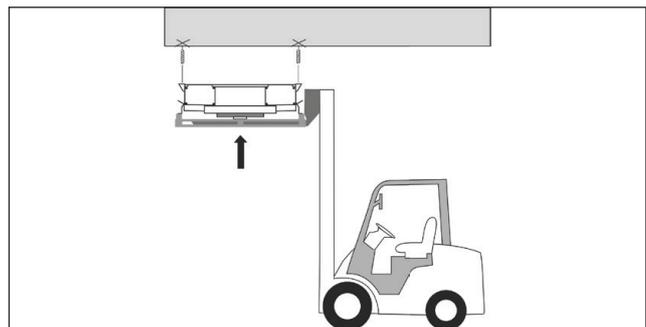

Abb. 9.2
2. Heben Sie den Luftkühler an die Stelle des Montagebereichs an (Abb. 9.2).